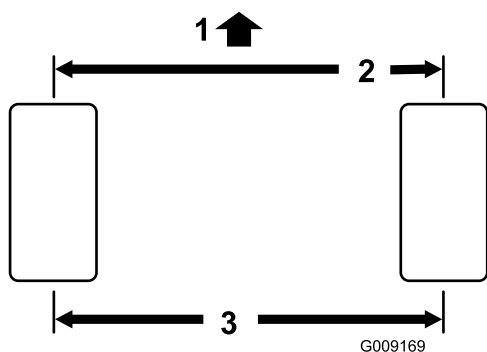

Figure 70
2. Mesurez l'entraxe (à hauteur d'essieu) à l'avant et à l'arrière des roues directrices (Figure 70).